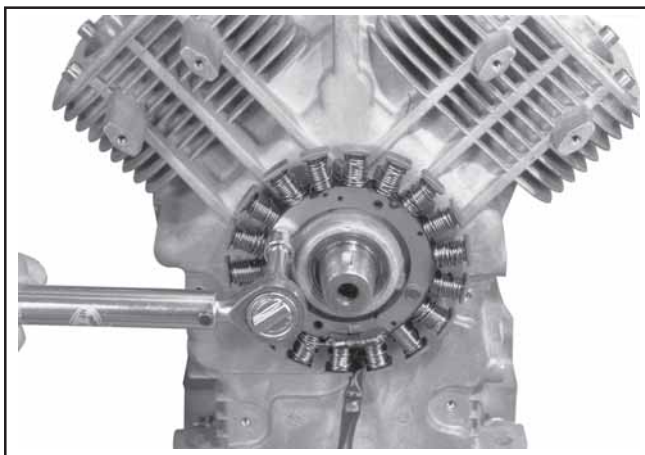

Figura 11-20. Installazione dello statore.
3. Installare e serrare le due viti esagonali a **6,2 N·m (55 in. lb.)**. Vedere Figura 11-20.